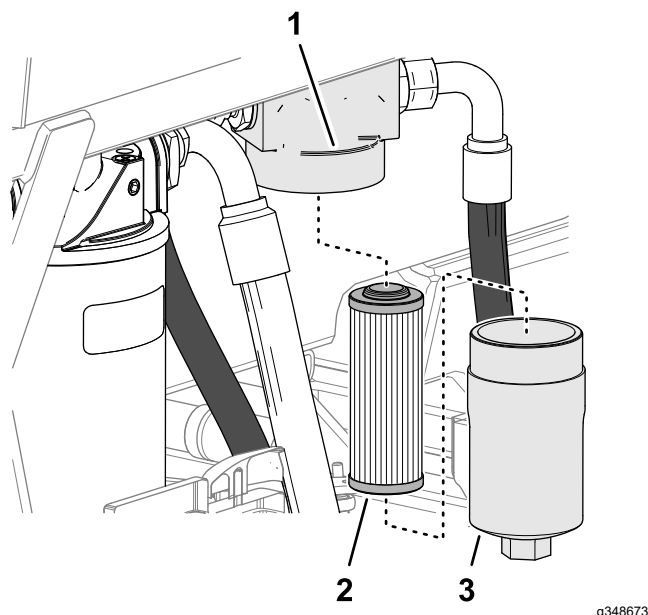

**Figura 86**
3. Sul lato sinistro della macchina, pulite l'area attorno alla testa del filtro e ponete una bacinella di spurgo sotto l'alloggiamento del filtro (Figura 86).
4. Rimuovete l'alloggiamento del filtro dalla testa del filtro e rimuovete l'elemento (Figura 86).
5. Montate un nuovo elemento filtrante sulla testa del filtro (Figura 86).